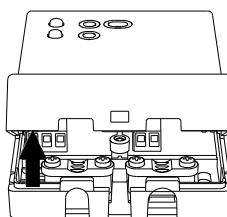

Fig. 3
- 3 Faire tourner le couvercle en exerçant une légère pression pour l'extraire complètement (Fig. 3).